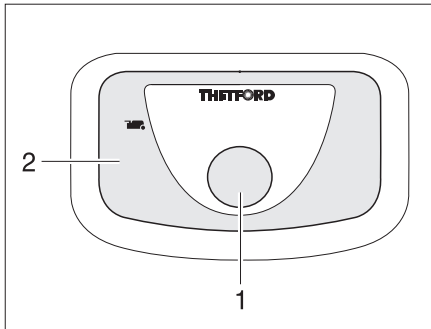

Bild 104 Spülknopf/Kontroll-Leuchte Thetford-Toilette
- ▶ Zum Spülen den blauen Spülknopf (Bild 104,1) drücken.
Die Kontroll-Leuchte (Bild 104,2) leuchtet, wenn die Thetford-Kassette entleert werden muss.